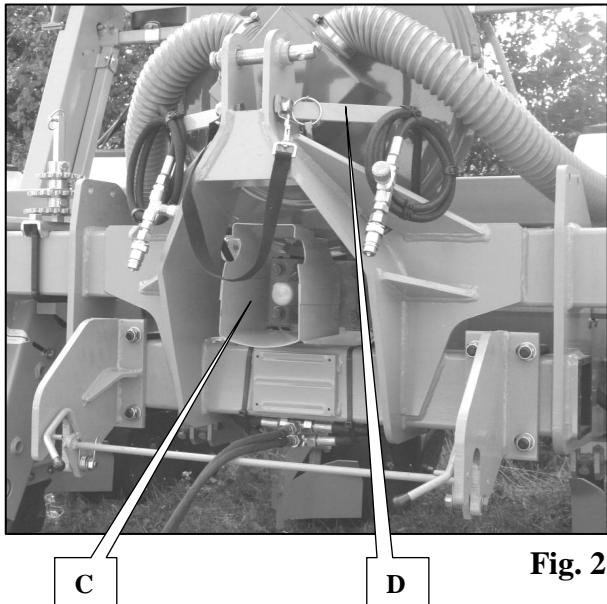

Fig. 2
- 5 Pin part E (fig. 2) in mounting bracket F (fig. 2) and tighten screw G (fig. 2).
- 5 Allargare il foro del pezzo E (fig. 2) nel giunto a forchetta F (fig. 2) e stringere la vite G (fig. 2).
- 1 - Démonter la transmission et le carter de transmission (C fig. 2).